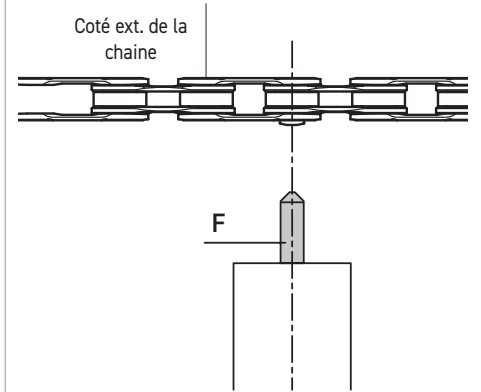

Fig.20
- Contrôlez que la pointe conique du poinçon est en axe avec le centre de la bague **ULTRA-LINK 5-CN-RE500 (11s) / 5-CN-SR600 (12s)** (Fig. 20).